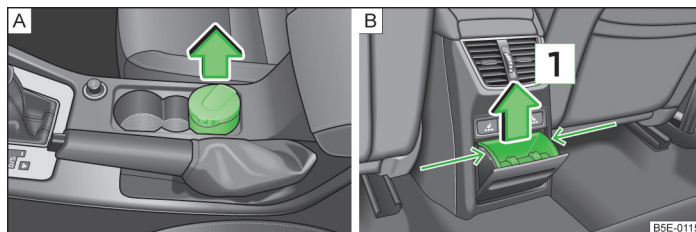

Fig. 65 Posacenere: anteriore/posteriore
- Estrarre il posacenere nella direzione indicata dalla freccia » fig. 65 - A.
➤ Afferrare l'inserto nell'area indicata dalle frecce ed estrarlo nella direzione indicata dalla freccia **1** » fig. 65 - **B**.